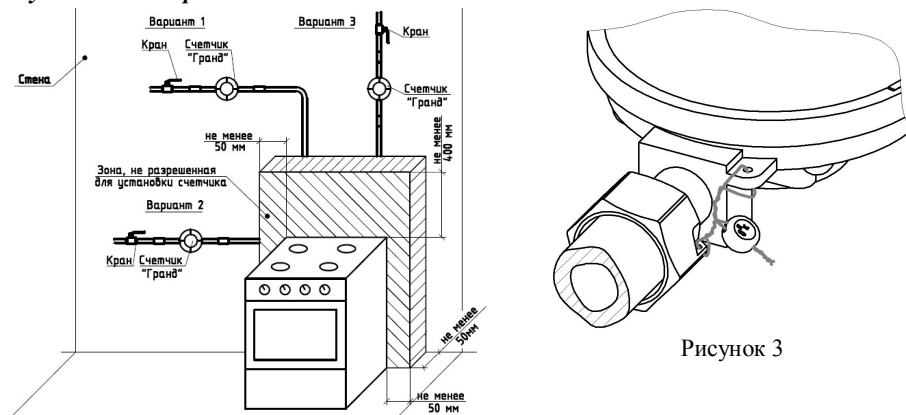

Рисунок 2
5.4.1 Установить счетчик на вертикальном или горизонтальном участке газопровода (рисунок 2). **ВНИМАНИЕ! Направление стрелки на корпусе счетчика должно совпадать с направлением потока газа в газопроводе.** Допускается установка счетчика в любом удобном для потребителя положении, но противоречащем правилам установки и монтажа газового оборудования. Наличие прямых участков до и после счетчика не требуется.